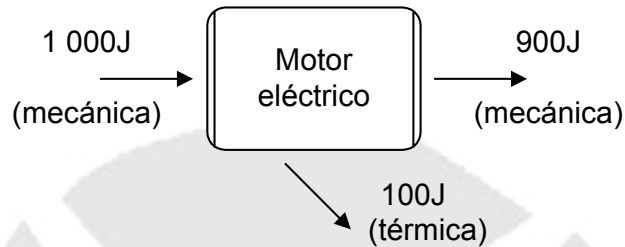

Fig. 3.3 Representación esquemática de un motor eléctrico.
- Un motor eléctrico, conectado a la red, se calienta. Deducimos que una parte de la energía eléctrica se transforma en calor, por lo que, el valor de la energía mecánica obtenida, no es igual al de la energía inicial (fig. 3.3).